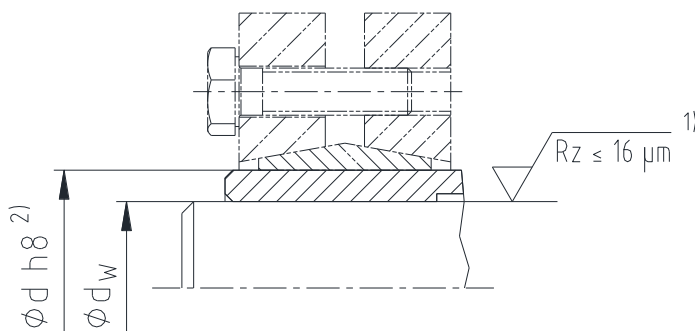

Bild 2: Toleranzen und Oberflächen
- Prüfen Sie den Wellen- und Nabensitz/Hohlwellensitz auf die in Kapitel 1 (Bild 2 und Tabelle 2) angegebenen Toleranzen.